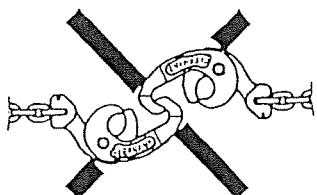
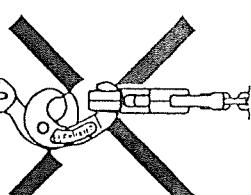

図7
図8
- ドラムリフターをドラム缶に巻き付けて本体先端同士を引っかけてドラム缶をつり上げないでください。(チョークつり禁止)(図7、図8)